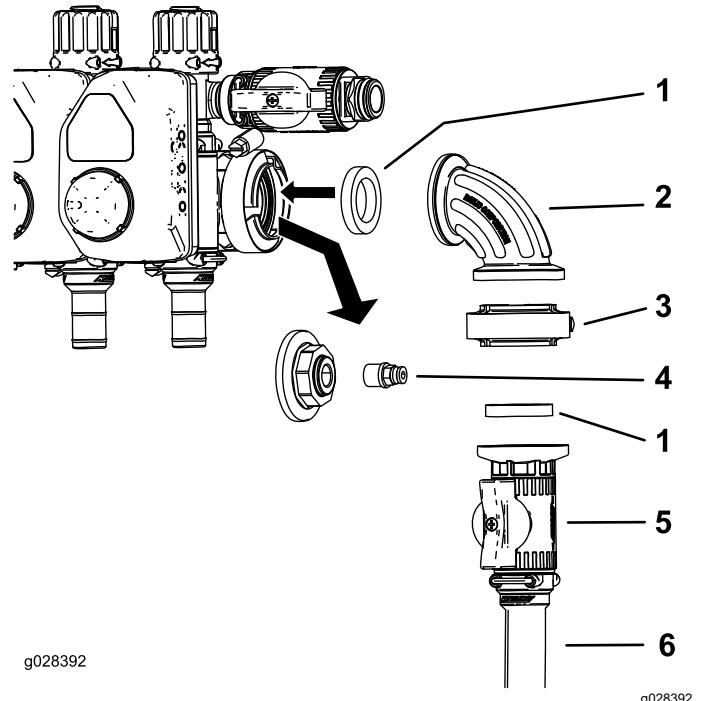
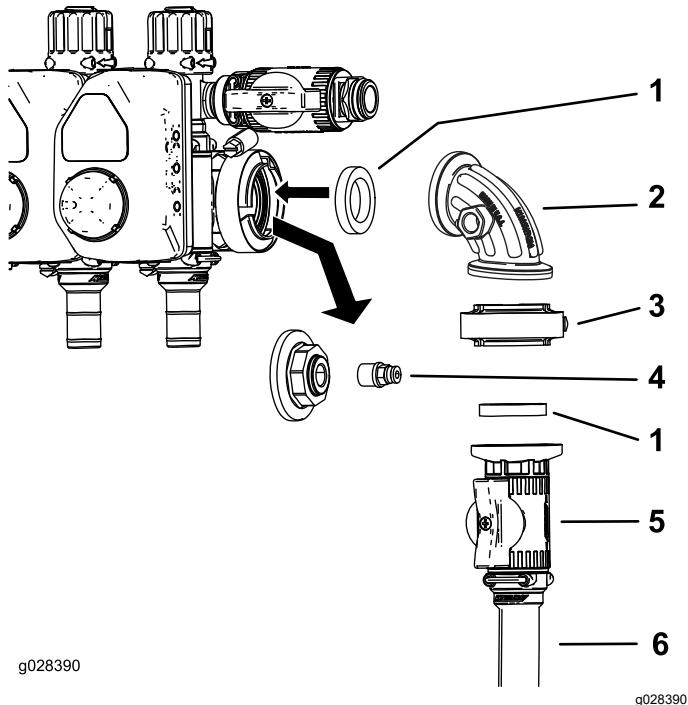

Рисунок 7
Рисунок 8
1. Снимите фланцевый хомут, который крепит торцевую крышку и муфту на отверстии манометра (Рисунок 7 или Рисунок 8).
2. Снимите муфту с торцевой крышки (Рисунок 7 и Рисунок 8).
3. Установите регулирующий клапан в сборе, как показано на Рисунок 7 или Рисунок 8.
4. Установите муфту в открытое отверстие прямоугольного штуцера (Рисунок 7 или Рисунок 8).
Примечание: Это отверстие, расположенное в боковой части прямоугольного штуцера на машинах Multi Pro 1750 и Multi Pro WM, находится на передней стороне штуцера (не показана), см. Рисунок 7.
5. Подсоедините шланг подачи шлангового барабана к регулирующему клапану, используя шланговый хомут (Рисунок 7 или Рисунок 8).